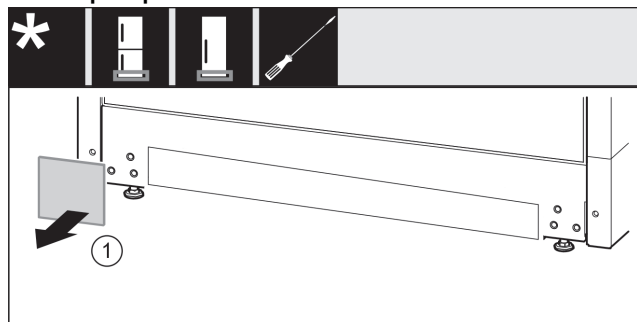

Fig. 13
- ▶ Зніміть кришку. Fig. 13 (1)